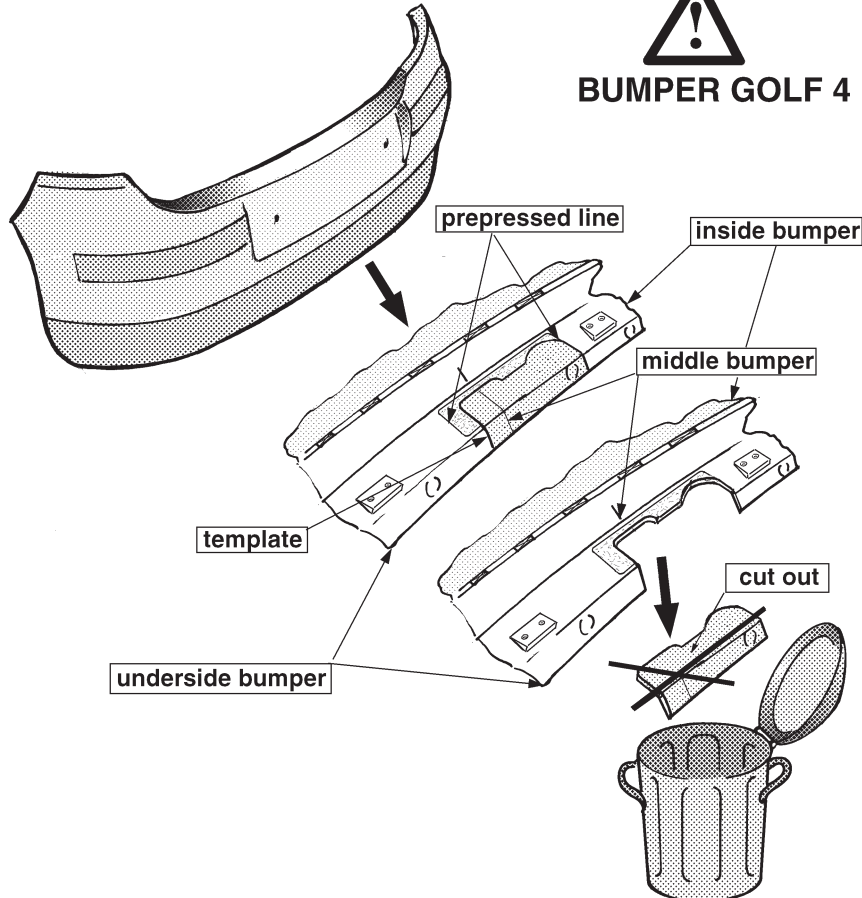

FIG.1
3. Sav ifølge fig. 1 den markerede del ud midt på kofangeren. Fjern den på fig. 2 viste montageprofil af metal. Profilen anvendes ikke mere. Sæt bolte på plads igen.
3. Serrar la parte indicada de acuerdo con la fig. 1 del centro del parachoques. Retirar el perfil de fijación metálico indicado en la fig. 2. El perfil no se vuelve a poner. Volver a colocar tornillos.
3. Colocar la plantilla sobre el parachoques y serrar la parte indicada. Retirar el perfil de fijación metálico indicado en la fig. 1. El perfil no se
3. Segare via dal centro del paraurti la parte indicata in fig. 1. Rimuovere il profilo metallico indicato nella figura 2. Il profilo non dovrà essere rimontato. Rimontare i bulloni.
3. Wypiłować zgodnie z rys.1 wskazaną część w środku zderzaka. Usunąć zaznaczony na rys. 2 metalowy profil montażowy. Profil nie zostanie ponownie zamontowany. Umieścić ponownie śruby.